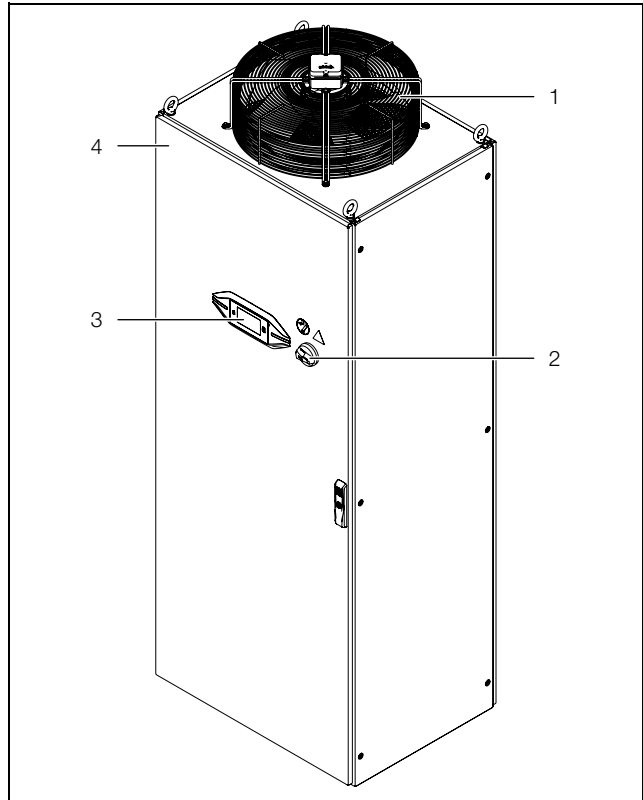
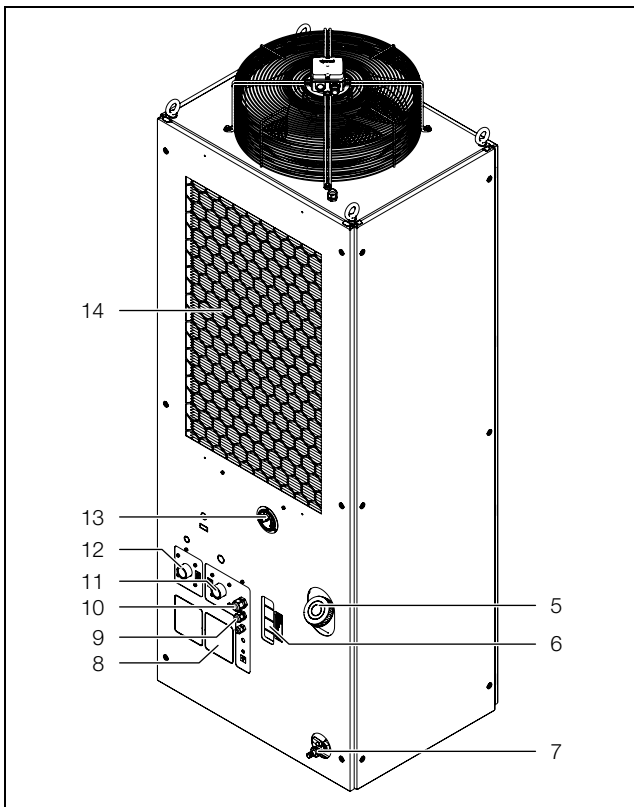

Fig. 1 : vue de face
Fig. 2 : vue arrière
**Légende pour fig. 1 et fig. 2**